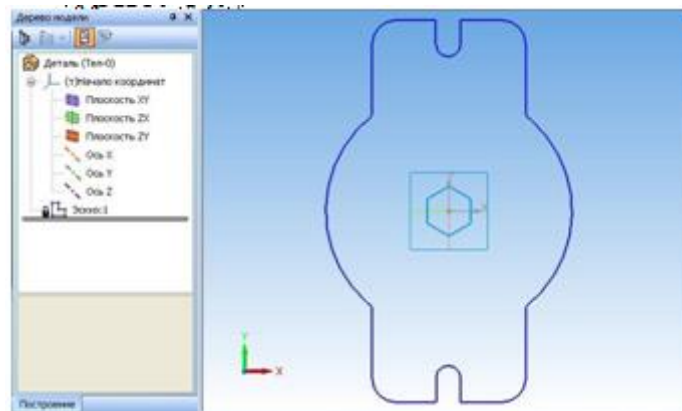

Рис. 6. Весь эскиз
8. Убедитесь, что открыт файл будущей детали. Нажмите на кнопку **Вставить из буфера** . Поместите базовую точку в начало координат, зафиксируйте левой кнопкой мыши. Затем прервите команду кнопкой , покажите весь эскиз  (рис. 6).